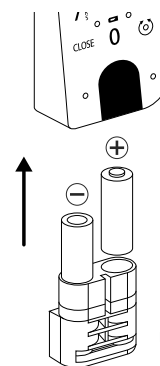

Fig. 5
③ Insérez deux nouvelles piles. Faites attention à la polarité correcte selon le dessin à droite (Fig. 5).